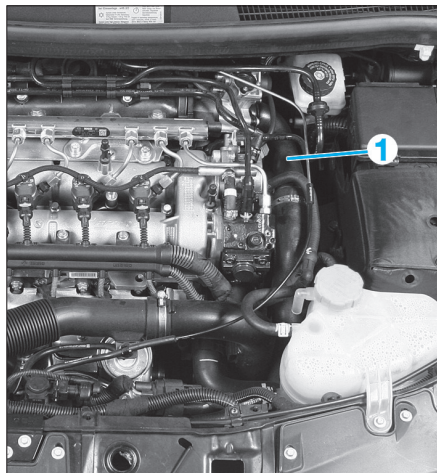

Fig. 7
- Déposer la durit d'air de suralimentation (1) (Fig.7).